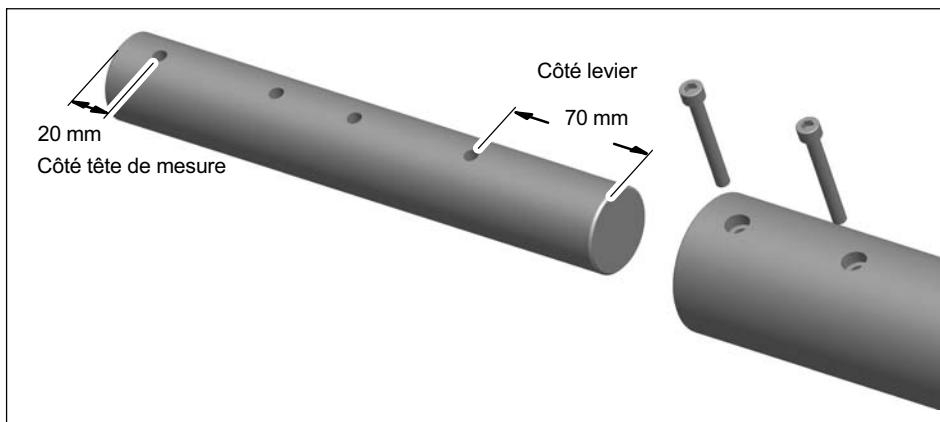

Fig. 5.7 Orientation de l'axe de liaison, vue détaillée
- Fixez tout d'abord l'axe de liaison du levier dans la tête de mesure à l'aide de deux des vis à six pans creux fournies (s.p. 5). Veillez à bien orienter les côtés conformément à la Fig. 5.7.